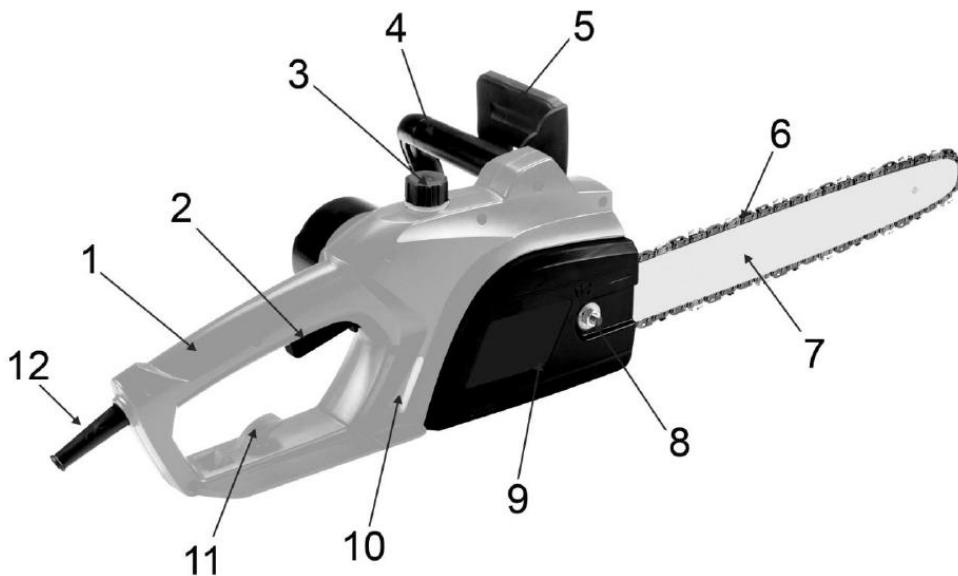

Рис. 1
Щиток тормоза цепи (5)(См. Рис.1).
. Для безопасности, цепная пила оснащена инерционным тормозом цепи (5)(См. Рис.1). Тормоз цепи также может включиться автоматически в случае резкого, сильного отскока, который вызывается прикосновением конца пилы к древесине во время работы. Тормоз цепи установлен, чтобы блокировать пильную цепь перед стартом и для моментальной остановки в экстренных случаях.
- . Убедитесь, что щиток тормоза цепи (5) сдвинут в положение ВКЛ (вперед) (См. Рис. 1).
- . Отвинтите крепящую гайку шины (8)(См. Рис.1).
- . Снимите крышку тормоза цепи (9), потянув ее вверх.
- . Установите пазовую часть пильной направляющей шины на шинные болты. Совместите выравнивающий штифт и его посадочное отверстие в направляющей шине (2). Продвиньте шину немного вперед на муфту сцепления .
. Открутите крышку наливной горловины бака (3)(См. Рис.1).
. Залейте необходимый объем масла в бак, контролируя его уровень по мерному окну (10)(См. Рис.1).